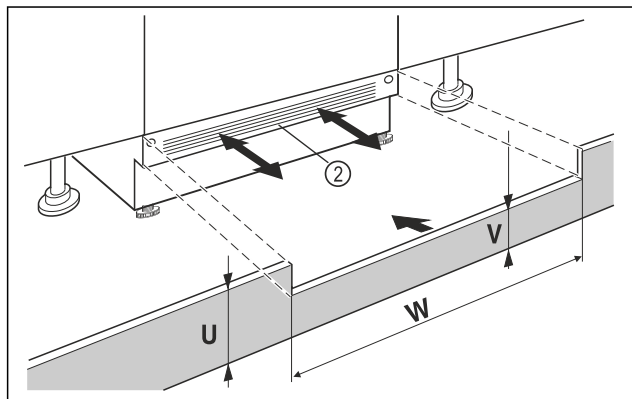

Fig. 91 Shembull ilustrues
- Vendosni kapakun e bazamentit të pajisjes Fig. 91 (2) por mos e fiksoni akoma.
- Kur kapaku i bazamentit është i dukshëm Fig. 91 (2), tërhiqeni atë përpara deri në atë pikë që buza e përparme e rrjetës së ajrimit dhe kapaku i bazamentit të mobilies të jenë në një nivel.
- Kur kapaku i bazamentit është i fshehur Fig. 91 (2), shtyjeni atë plotësisht prapa.
- Sigurohuni që kanalet e ajrimit të jenë plotësisht të lira: Nëse nevojitet, shkurtoni lartësinë e kapakut të bazamentit të mobilies Fig. 91 (U)!
- Përshtatni lartësinë Fig. 91 (V) nën kapakun e bazamentit të pajisjes Fig. 91 (2) përgjatë gjerësisë së dollapit Fig. 91 (W).